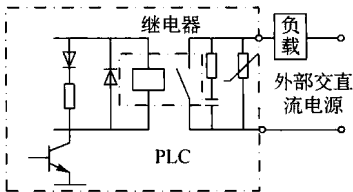

图 1-17 继电器输出
1) 继电器输出。如图 1-17 所示，继电器输出采用电磁隔离，用于交流、直流负载，但接通、断开的频率低。